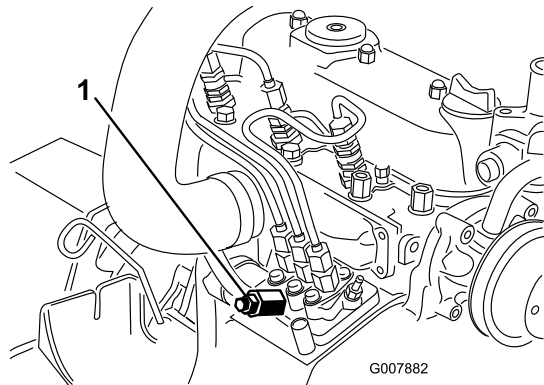

Figura 49
3. Coloque um tapete sob o parafuso de purga de ar na bomba de injeção de combustível e abra-a (Figura 49).